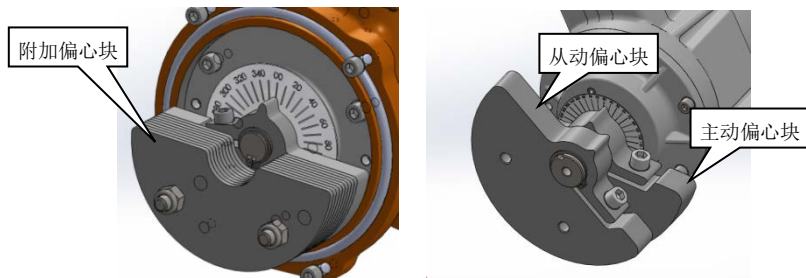

图 6 偏心块形式示意图
1、如果您需要调整立式振动电机的激振力大小，偏心块形式如图 6(左)所示，您可以通过增加或减少主偏心块上的附加偏心块的数量来调整立式电机的激振力。偏心块形式如图 6(右)所示,您可以通过旋转从动偏心块，通过改变从动偏心块和主动偏心块的夹角来调节电机激振力的大小；